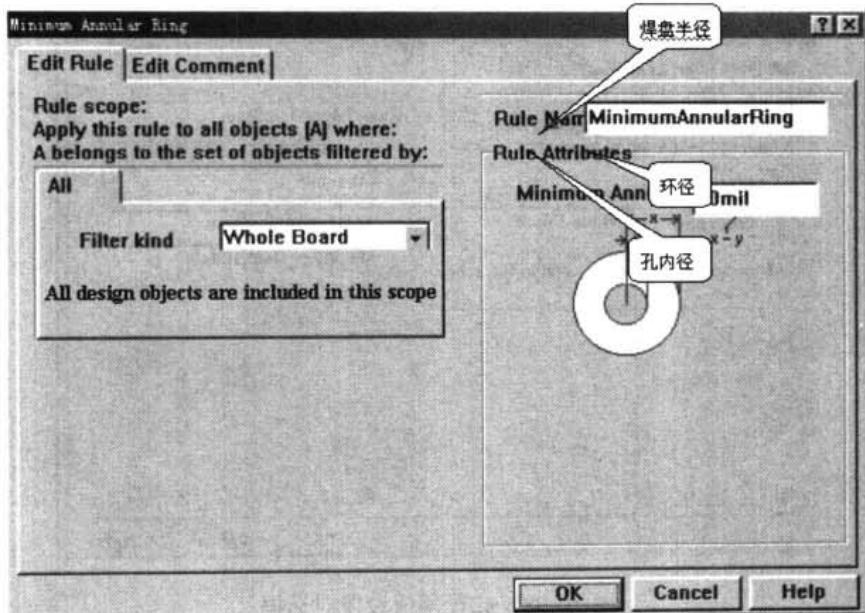

图 10-100 环径阈值设置对话框
- Minimum Annular Ring: 环径阈值。用于设置过孔和焊盘的环径的最小值。过孔和焊盘的环径可定义为焊盘半径与孔内径之差。Minimum Annular Ring 设置对话框, 即如图 10-100 所示。